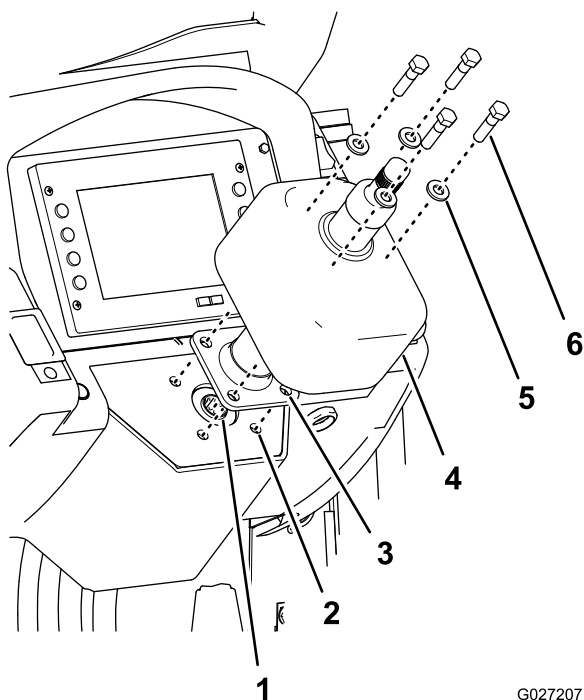

Figure 9
3. Alignez l'arbre cannelé court (à l'extrémité avec bride de la colonne de direction inclinable) et le creux cannelé de la valve de direction en tournant l'arbre du volant sur la colonne, et insérez l'arbre cannelé court (**Figure 9**).
4. Alignez les trous de la bride de montage de la colonne de direction inclinable, les trous du support de direction et les trous filetés de la valve de direction (Figure 9).
6. Assemblez la colonne, la plaque et la valve à l'aide des 4 boulons (3/8-16 x 1-1/4 po) fournis dans ce kit et des 4 rondelles (3/8 po) que vous avez retirées à l'opération 3 de 3 Dépose de la colonne de direction fixe (page 1), comme montré à la Figure 9.